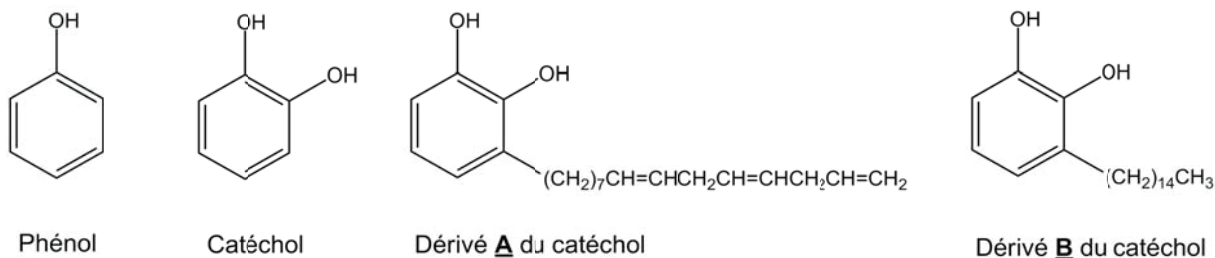

Figure 1 : structures du phénol et de polyphénols
- A.** L'urushiol est une toxine organique que l'on trouve dans une plante d'Amérique du Nord, le sumac grimpant. L'urushiol est constitué d'un ensemble de molécules dérivées du catéchol (ortho-diphénol ou benzène-1,2-diol) dont **A** et **B** représentés sur la figure 1. La présence des groupements hydroxyle dans ces dérivés est à l'origine d'allergies et de dermatites par contact cutané.